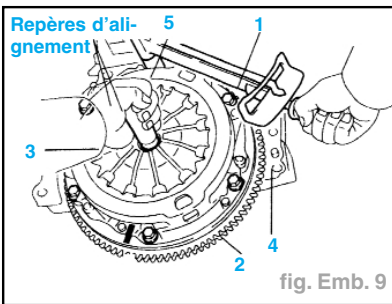

fig. Emb. 9
- Selon les procédures indiquées dans l'illustration, serrer les 6 boulons dans l'ordre en partant du boulon situé au sommet, près de la tige de blocage (fig. Emb. 9).